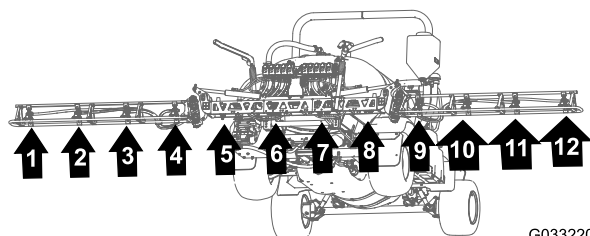
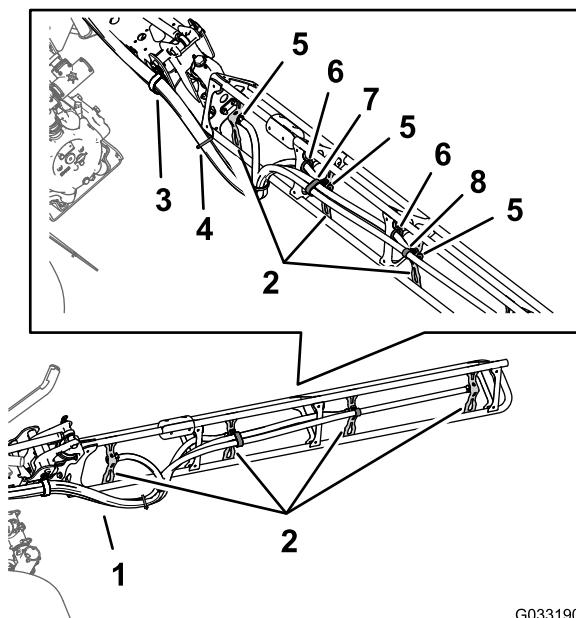

Рисунок 75
Рисунок 76
1. Проложите шланги подачи распылительных сопел 1, 2, 3 и 4 через R-образный хомут в левом наружном конце средней секции стрелы (Рисунок 75 и Рисунок 76).
2. Проложите шланги подачи распылительных сопел 7, 8, 9 и 10 через R-образный хомут в правом наружном конце средней секции стрелы (Рисунок 75 и Рисунок 76).
3. Проложите шланги подачи длиной 279 см и хвостовики шланговых штуцеров типа «елочка» (¾ дюйма) вдоль секции стрелы к распылительным соплам 1 и 10, как показано на Рисунок 75 и Рисунок 76.
4. Проложите шланги подачи длиной 234 см и хвостовики шланговых штуцеров типа «елочка» (¾ дюйма) вдоль секции стрелы к распылительным соплам 2 и 9 вдоль секции стрелы, как показано на Рисунок 75 и Рисунок 76.
5. Проложите шланги подачи длиной 188 см и хвостовики шланговых штуцеров типа «елочка» (¾ дюйма) вдоль секции стрелы к распылительным соплам 3 и 8, как показано на Рисунок 75 и Рисунок 76.
«елочка» (¾ дюйма) вдоль секции стрелы к распылительным соплам 4 и 7, как показано на Рисунок 75 и Рисунок 76.
7. Соедините 4 шланга распылительных сопел в пучок с помощью кабельной стяжки, как показано на Рисунок 76.